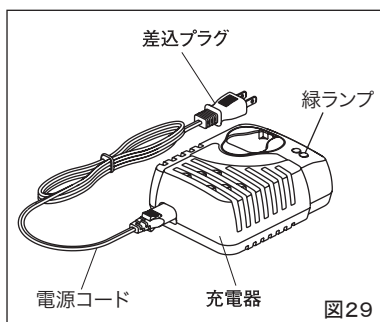

図29
- ② 電源コードと充電器を接続してから電源コードの差込プラグを電源に差し込んでください。緑ランプがゆっくり点滅していることを確認してください。緑ランプの点滅は充電可能な状態を表します。(図29)